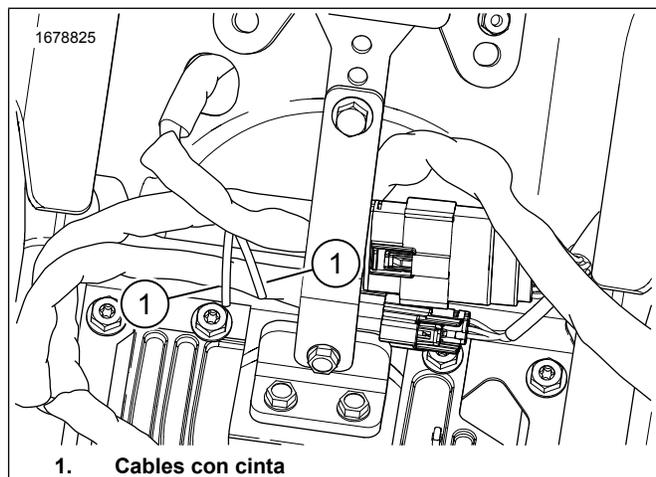

Figura 4. Cables de la caja de la batería
1. Consulte la Figura 4. Localice los cables con cinta blanco/rosado y blanco/marrón en el área de la caja de la batería. Retire la cinta de los cables.